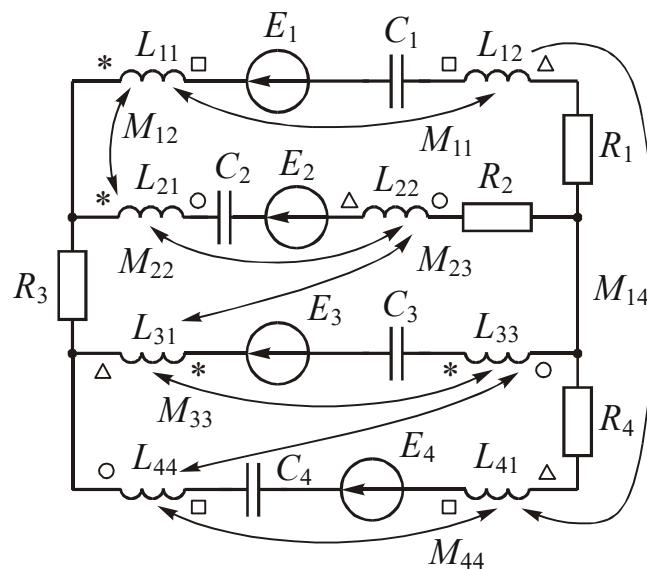
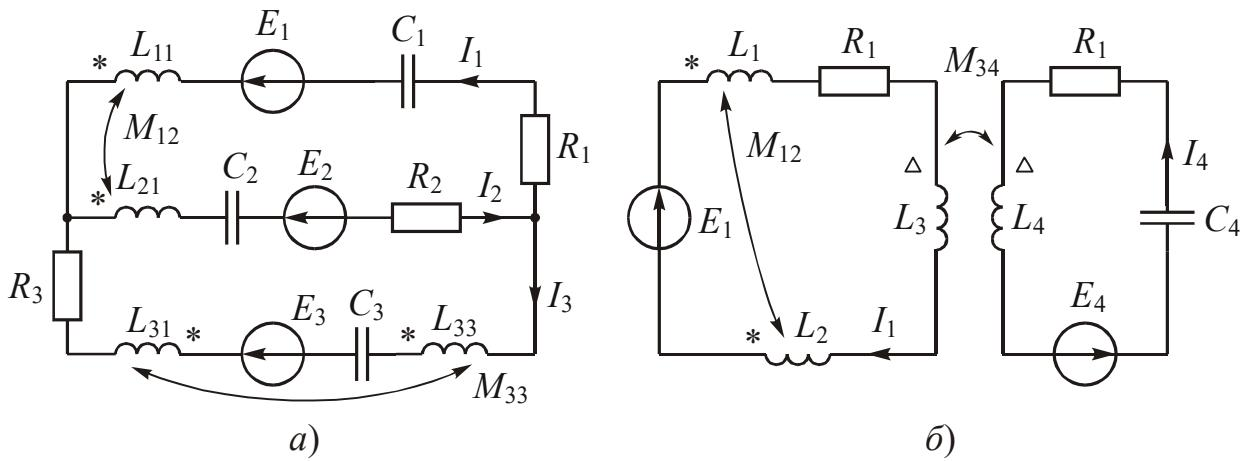

Рис. 4.1
Рис. 4.2
На рис. 4.1 приведена общая схема цепи гармонического тока, состоящая из четырех ветвей. Согласно таблицы 4.1 схемы вариантов задачи содержат только по три ветви. В каждую из этих ветвей входят элементы R_1C_1 , R_2C_2 , R_3C_3 , R_4C_4 соответственно. Комбинации из ЭДС E , индуктив-
1. Составьте схему своего варианта, используя таблицы 3.1 и 4.1 и рис. 4.1. Одноименные зажимы катушек обозначены комбинациями: $\square - \square$; $* - *$; $\Delta - \Delta$; $\circ - \circ$.
На рис. 4.2, а приведена схема цепи, которая составлена по рис. 4.1 при условии, что: ветвь 1 имеет $E_1 L_{11} M_{12}$; ветвь 2 имеет $E_2 L_{21} M_{12}$; ветвь 3 имеет $E_3 L_{31} L_{33} M_{33}$; ветви 4 нет. Указаны одноименные зажимы каждой пары катушек.
ком «плюс», при встречном включении – со знаком «минус». В качестве примера ниже представлена система из двух уравнений по ЗНК для схемы, показанной на рис. 4.2, б.